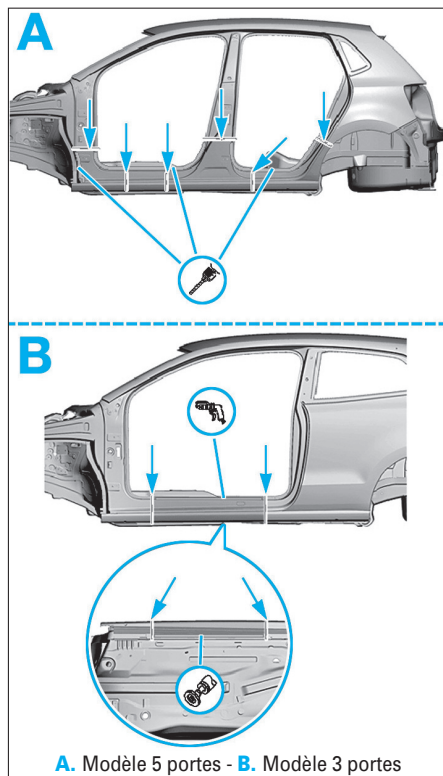

FIG. 71
- Dépointer et couper selon l'étendue des dommages (Fig.71).